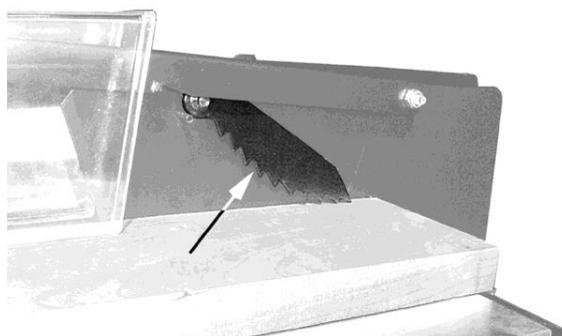

Рис. 8-1
- По мере эксплуатации станка необходимо периодически проверять исправное состояние противоударных фиксаторов (Рис. 8-1). Если фиксаторы не препятствуют обратному движению заготовки, заточите зубцы на них.